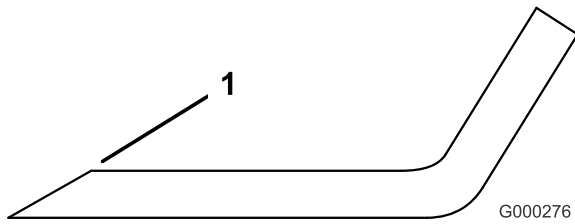

Figure 58
1. Au moyen d'une lime, aiguisiez les tranchants aux deux extrémités de la lame (Figure 58) en veillant à conserver l'angle de coupe d'origine. Limez la même quantité de métal sur chacun des deux tranchants pour ne pas déséquilibrer la lame.